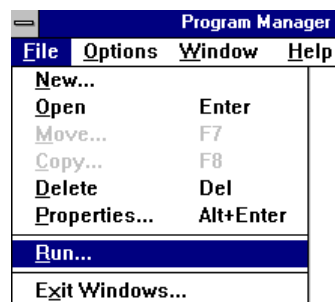

Figura 3: Instalación en 3.1x
3. En el 'Administrador de programas' seleccione la opción 'Ejecutar' del menú 'Archivo'. Véase figura 3.